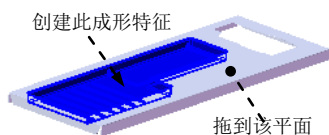

图 17.7.60 创建成形特征 1
Step7. 创建图 17.7.60 所示的成形特征 1。
(1) 单击任务窗格中的“设计库”按钮 ，打开“设计库”对话框。
(2) 单击“设计库”对话框中的 ch17 节点，在设计库下部的列表框中选择“case_shaped_tool_01”文件并拖动到图 17.7.60 所示的平面，在系统弹出的“成形工具特征”对话框中单击 按钮。